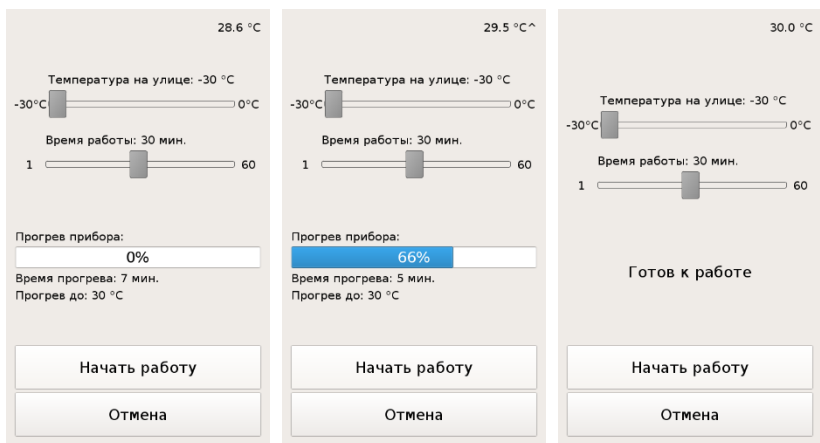

Рисунок 28 Окно настроек прогрева прибора для работы при отрицательных температурах
- Настройка прогрева прибора для работы при отрицательных температурах и его отключение при необходимости остаться в помещении. При нажатии на кнопку «Низкие температуры» открывается окно (Рисунок 28), аналогичное настройкам при включении прибора. Перемещая ползунки на экране, выберите примерную температуру на улице и планируемое время измерений. Начнется прогрев прибора. Будет показана температура, до которой прогреется прибор, и примерное время ожидания. Когда прогрев окончится, то на экране появится надпись «Готов к работе».